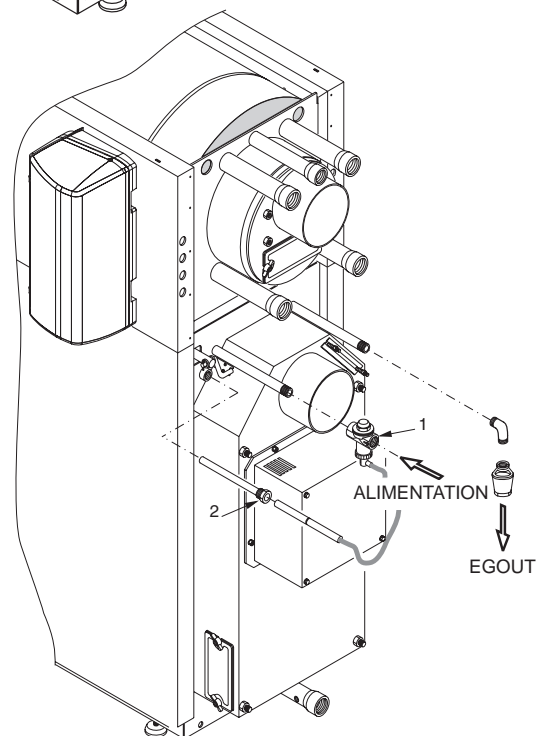

fig. 17
A) Démontez la porte du foyer auxiliaire (pos.9) et mettez ensuite en place le panneau isolant antérieur (pos.10).
B) Mettre en place et visser la sonde de la soupape de décharge thermique (pos.2, fig.17).
**Réf. fig.17**